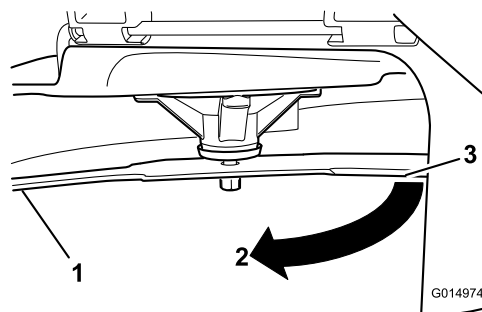

Figura 76
3. Distanza misurata tra la lama e la superficie (A)
4. Ruotate la stessa lama di 180 gradi in modo che il tagliente opposto si trovi ora nella stessa posizione (**Figura 76**).